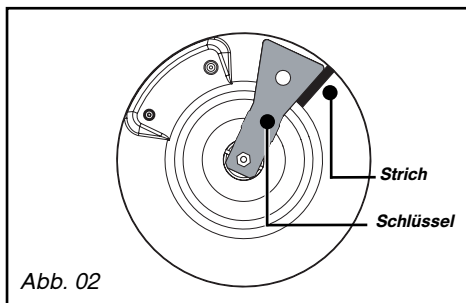

Abb. 02
- Mit einem Bleistift an der Kochstelle wie abgebildet einen Strich ziehen (Abb. 02).